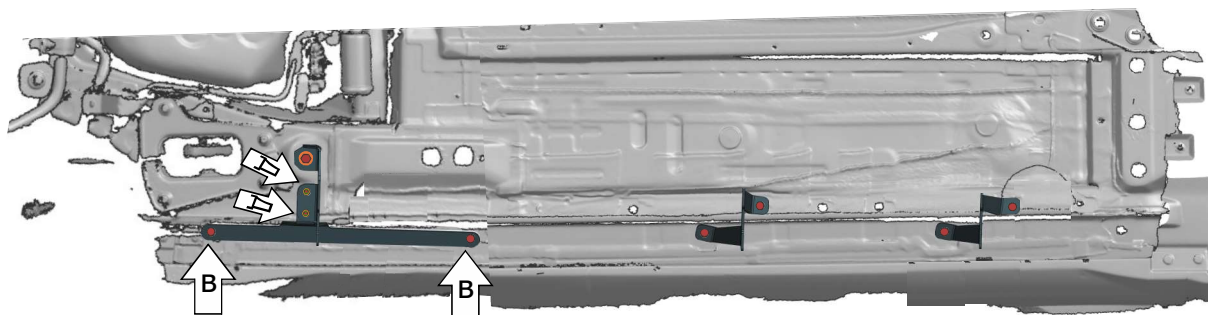

Рис. 5
5. Закрепить кронштейн задний левый длинный при помощи болтов M8x30, шайб 8 и гроверных шайб 8 к закладным M8 (В) (Рис.5).
6. Скрепить кронштейн задний левый и задний левый длинный посредством болтов M8x20, гаек 8, шайб 8, шайб гроверных 8 (Д) (Рис.5).